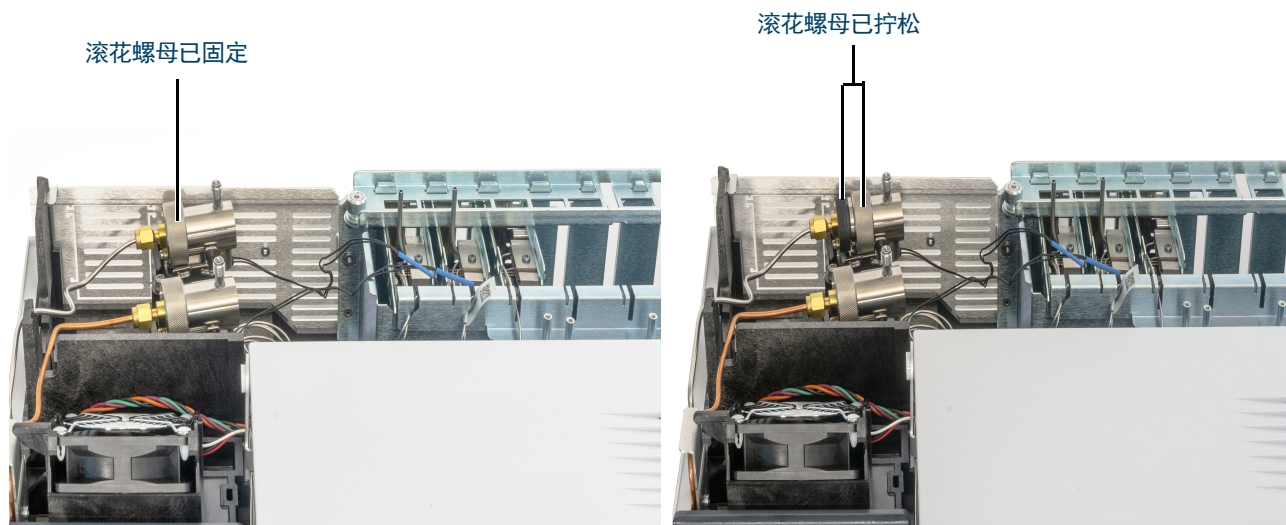

图 34. 拧松滚花螺母
- 4 完全拧松固定分流出口捕集阱的滚花螺母，如图 34 中所示。